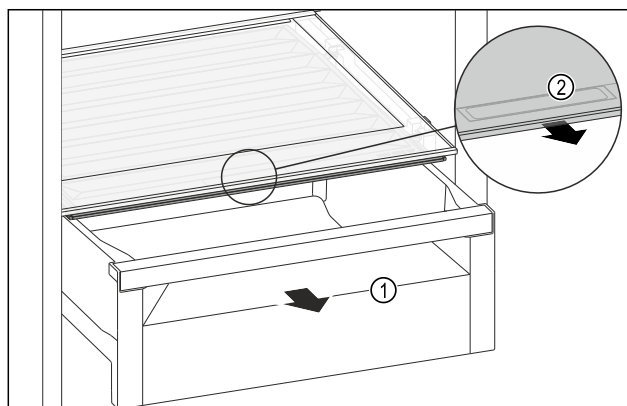

Fig. 155
- Estrarre il cassetto Fig. 155 (1).
- Afferrare la maniglia incassata Fig. 155 (2) sul coperchio dello scomparto e tirare allo stesso tempo in avanti il coperchio dello scomparto.